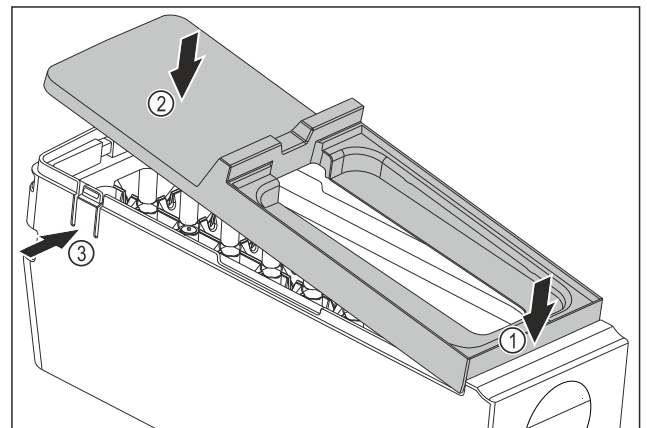

Fig. 133
- ▶ Montaż osłony korpusu EasyTwist-Ice: Osłonę założyć od przodu. Fig. 133 (1)
- ▶ Opuścić osłonę z tyłu. Fig. 133 (2)
- ▷ Osłona zatrzaskuje się słyszalnie w obu nakładkach Fig. 133 (3).